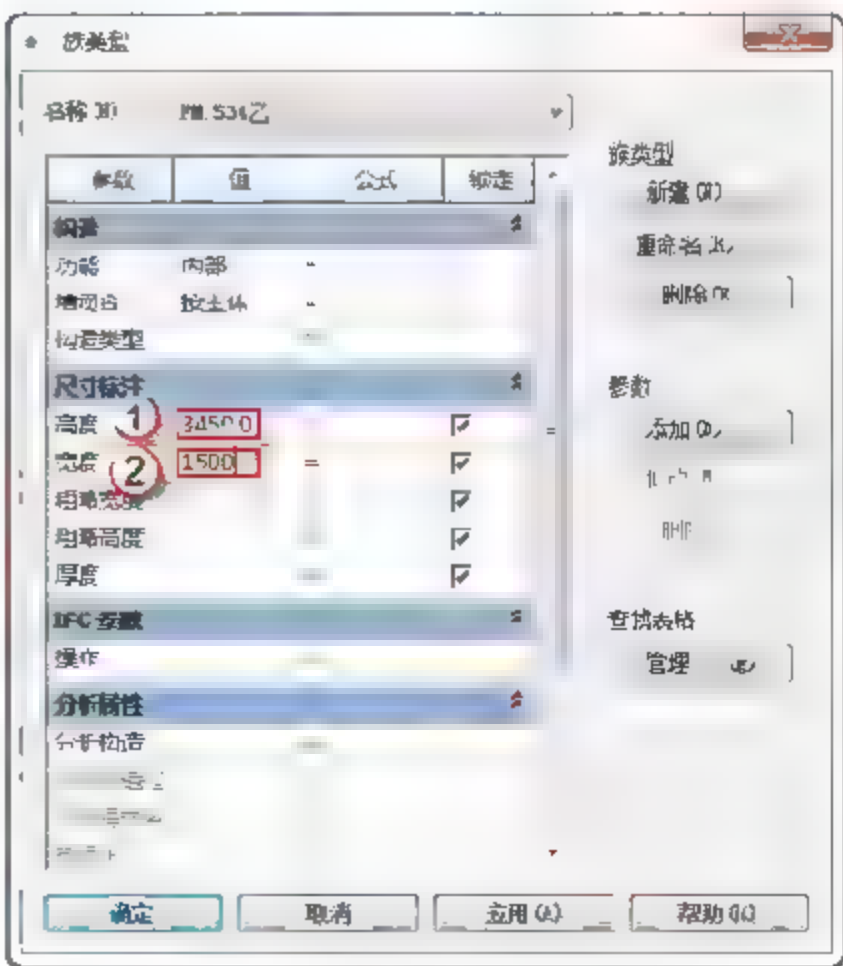

图 6.2.5 修改尺寸标注
(4) 修改门的尺寸标注。在不关闭已经打开的“FM1534 乙”族的族类型的情况下，选择屏幕操作区“尺寸标注”栏，在“高度”中输入“3450”字样，在“宽度”中输入“1500”字样，单击“确定”按钮，如图 6.2.5 所示。